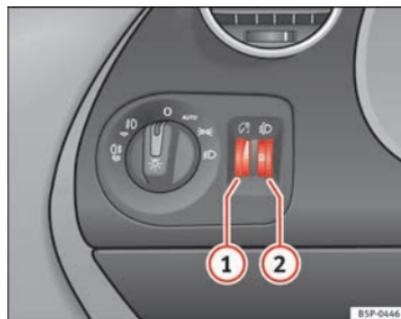

Fig. 75 Planche de bord :
Lorsque l'éclairage est mis, la luminosité du rhéostat d'éclairage des cadrans et des commandes peut toujours être réglée en tournant la molette ⇒ fig. 75 ①.